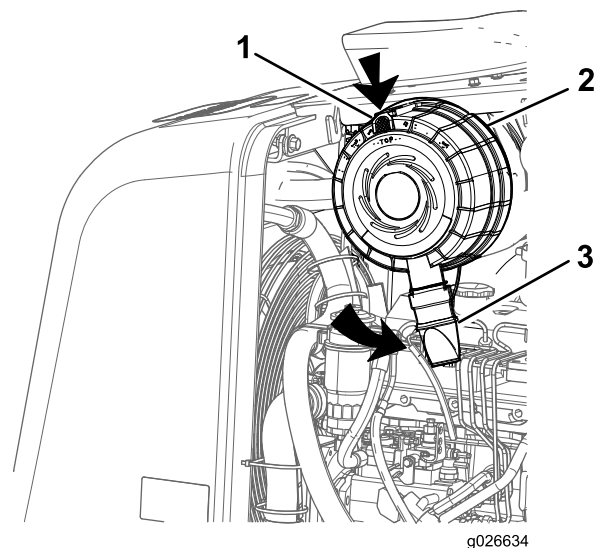

Рисунок 47
3. Поверните крышку фильтра против часовой стрелки, чтобы пыленепроницаемая крышка была в положении «на 7 часов» (Рисунок 47).